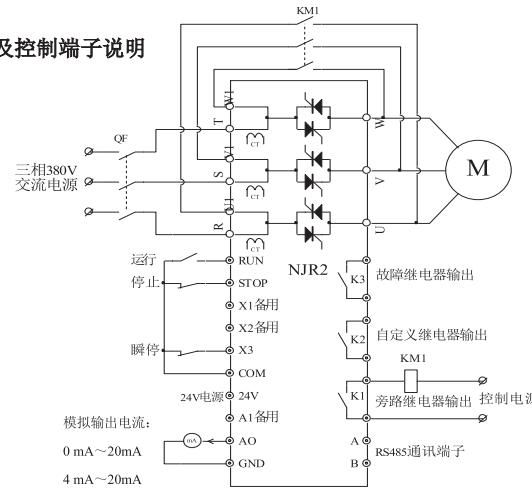

图 4 基本接线原理
- ①外接旁路接触器时, 必须要求接触器每一极的输入 U1、V1、W1 与输出 U、V、W一一对应, 如图 4 所示, 如果接线不正确, 产品在切换至旁路时会造成电源短路, 以致烧坏整个系统;
- ②K3 故障继电器在软起动器断电状态下是常闭的, 上电后如没有故障是常开的, 有故障时是闭合的;
- ③当用外部端子控制时, 上电后必须检测到 RUN 端子信号由断开变成闭合时才会起动软起动器。